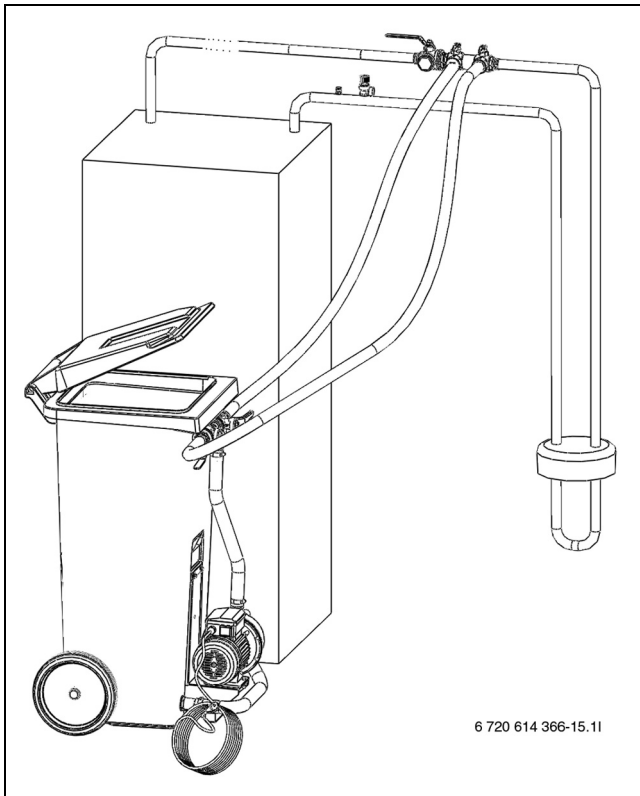

Bild 26 Befüllen mit Befüllstation
- Zwischen Befüllstation und Befüllleinrichtung zwei Schläuche anschließen (→ Bild 26).